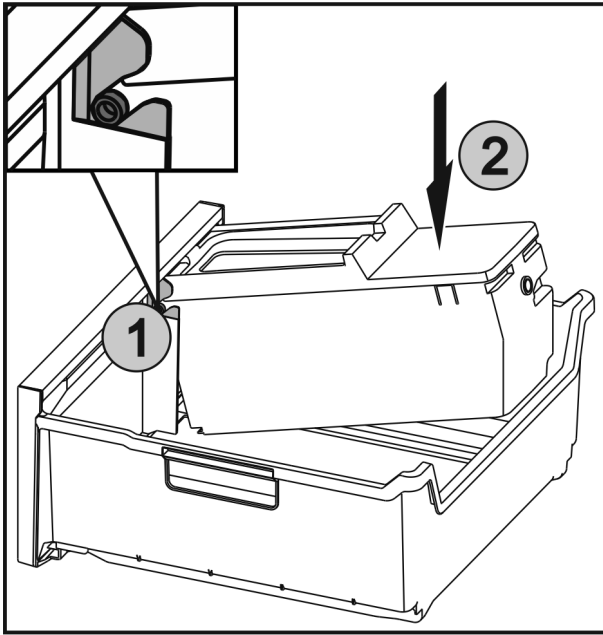

Fig. 58
- ▶ Вставити осі Fig. 58 (1) на EasyTwist-Ice у напрямні та натискати на задню сторону Fig. 58 (2) до фіксації накладки.